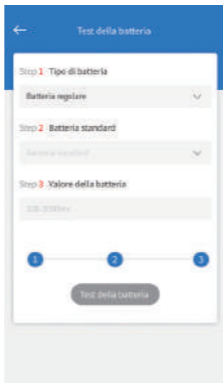

Figura 4.1.4
- Immettere il valore della capacità della batteria e toccare Test della batteria per avviare il test (vedere la figura 4.1.4).